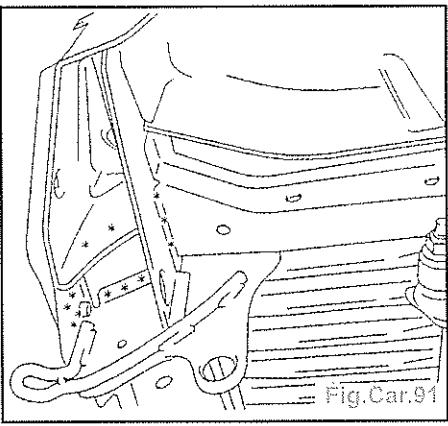

Fig.Car.91
- Dégrafer les points de soudure électrique à l'aide d'une fraise Ø 8 mm (Fig. Car.91).